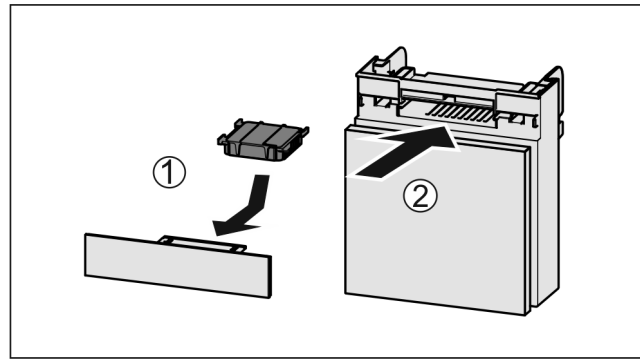

Fig. 78
- ▶ Aktivkohlefilter nach Abbildung einsetzen Fig. 78 (1).
- ▶ Fach einschieben Fig. 78 (2).